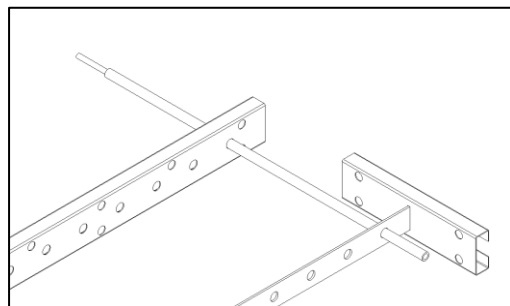

Bild 12
3. Man platziert die Zargen und Querstrebe(n) ungefähr nach Nenngröße auf einem ebenen Untergrund, wobei man die Querstrebe(n) in die Zarge mit Ausklinkung schiebt (**Bild 12**).